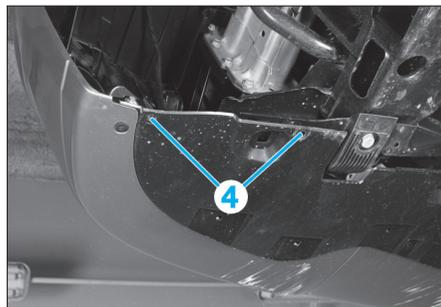

FIG. 3
- les vis (2),
- les agrafes (3).
- déposer les agrafes (4) (Fig.3),